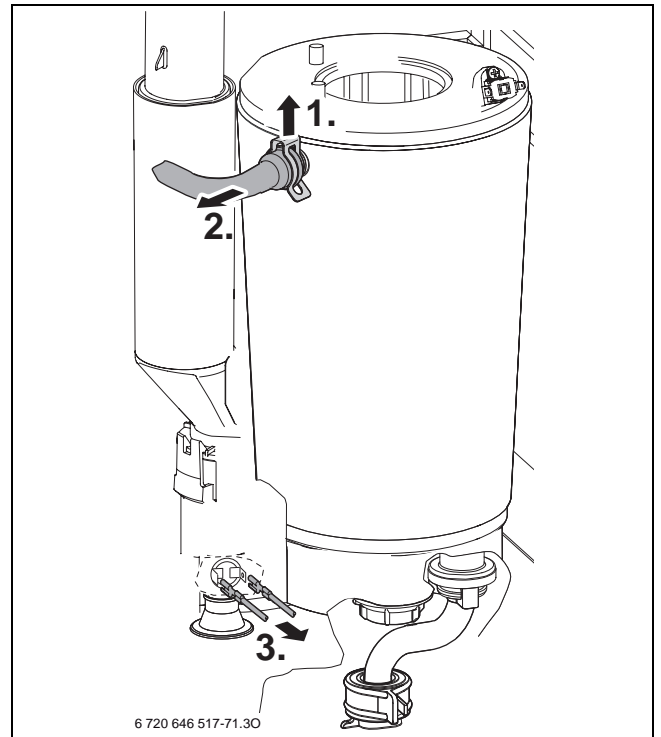

Bild 73
- Vorlaufrohr ausbauen (→ Bild 73).